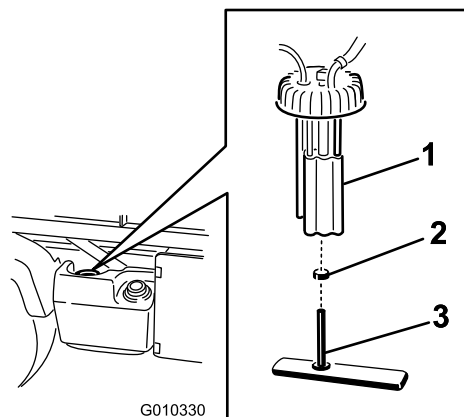

Figura 56
2. Estraete il connettore di cablaggio fili dalla pompa del carburante (Figura 56)
3. Allentate la fascetta stringitubo e scollegate i tubi del carburante dal tappo della pompa del carburante (Figura 56).
4. Togliete il tappo della pompa del carburante dal serbatoio del carburante (Figura 56).
5. Rimuovete il gruppo pompa e filtro del carburante dal serbatoio (Figura 56).
7. Rimuovete il tubo dai raccordi (Figura 56).